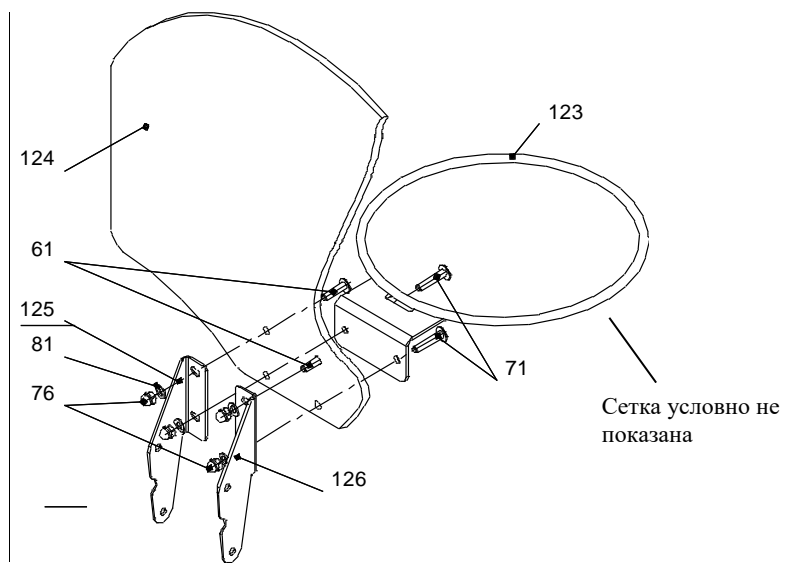

Рис.9
10.3.8 Собрать стойки поз.4 и поз.5 с отводом поз.18 и баскетбольным щитом. После регулировки произвести окончательную затяжку болтов поз. 72 и поз.89 (рис.9)